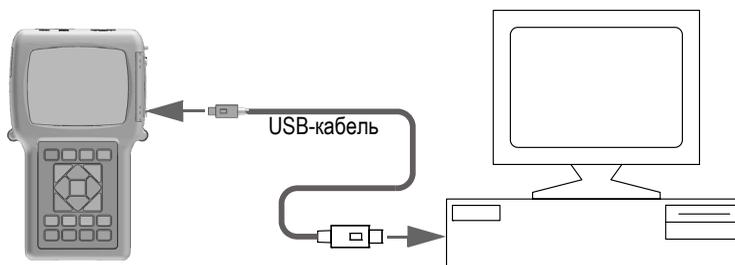

Рис. 14-1 Подключение 38DL PLUS к компьютеру
- Один конец USB-кабеля подключите к разъему USB в верхней части 38DL PLUS, а другой конец кабеля USB подключите к разъему USB на компьютере (см. Рис. 14-1 на стр. 271).